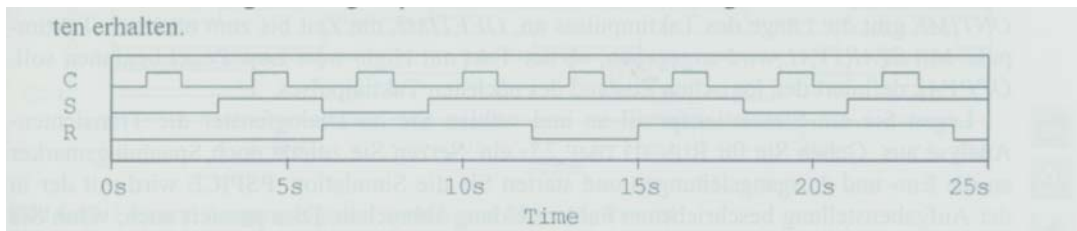

Abbildung 1: Schaltung I.1.c.
- Simulieren Sie die in Abbildung 1 gezeigte Schaltung ohne die Inverter (7404) mit *PSpice* unter Verwendung der gegebenen Stimuli. Bezeichnen Sie die Leitungen mit dem Befehl *Place* → *Net Alias* entsprechend. Realisieren Sie die Eingänge mit *DSTM*-Quellen. Mit einem Doppelklick können Sie die Stimuli unter *Command1* bis *Command16* vorgeben. Geben Sie *Xs* *Y* ein, wobei *X* die Zeit und *Y* den digitalen Wert angibt. In Tabelle 1 sind die Werte für die Clock *C* für die ersten 5 Sekunden dargestellt. Setzen Sie die *Volt/Level Marker* in der Reihenfolge *C*, *S*, *R*, *Q*, */Q*. Führen Sie eine *Transient Simulation* durch (*TStop=25s*). Was fällt Ihnen auf? Geben Sie das Zeitdiagramm ab. Fügen Sie nun die beiden Inverter (7404) ein und simulieren Sie erneut. Was sehen Sie jetzt? Geben Sie auch diesen Ausdruck mit ab und begründen Sie den Unterschied.